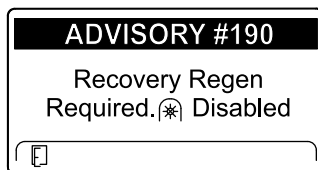

Figura 40
- É necessária uma regeneração de recuperação – tomada de força desativada AVISO N.º 190 (Figura 40)